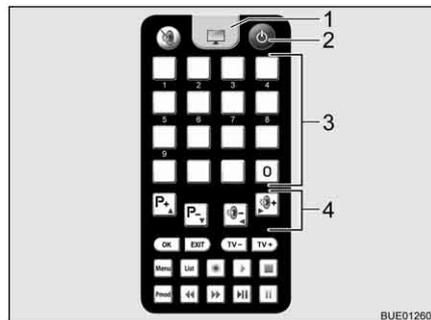

Fig. 23 Telecomando televisore
- Premere il tasto "⏻" (Fig. 23,2) sul telecomando. L'impianto si porta nella modalità di ricerca. Viene emesso un segnale acustico fisso.
- Per passare dalla ricezione televisiva al telecomando per il televisore, premere il tasto del televisore (Fig. 23,1). Il segnale acustico cessa. Sullo schermo compare un'immagine.
- Selezionare l'emittente desiderata con i tasti memoria (Fig. 23,3) sul telecomando del televisore o con i tasti funzione (Fig. 23,4).